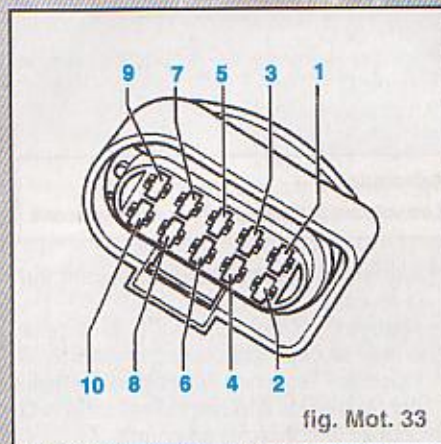

fig. Mot. 33
- Contrôler, en fonction du schéma de parcours du courant, si les câbles ne présentent pas de coupure entre le boîtier de contrôle et la fiche à 10 raccords (fig. Mot. 33) :